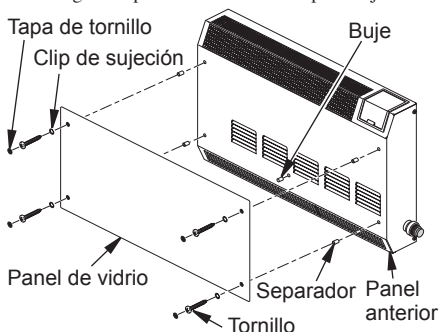

**Figura 4 - Desmontaje del panel anterior del calentador**
1. Quite y deseche el tornillo para el transporte del panel posterior del calentador (consulte la figura 4).
4. Para ambos encendedores, instale el cable del encendedor sólo cuando se vuelva a colocar el panel anterior del calentador después de conectarlo al suministro de gas y de revisar las conexiones de gas (consulte las páginas 11 a 13). Con la parte inferior del panel anterior separada sólo de 5 a 7,6 cm (de 2" a 3") del panel posterior, conecte el cable del encendedor a la terminal del encendedor, en la esquina inferior derecha del calentador (consulte la figura 4, en la página 8).